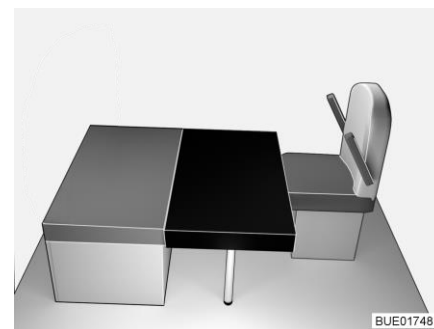

Fig. 82 Dopo la trasformazione
- Collocare il cuscino aggiuntivo rettangolare sul tavolo (davanti al cuscino dei sedili, vedi Fig. 82). La sezione nel cuscino aggiuntivo è appoggiata contro la parete di sostegno anteriore.